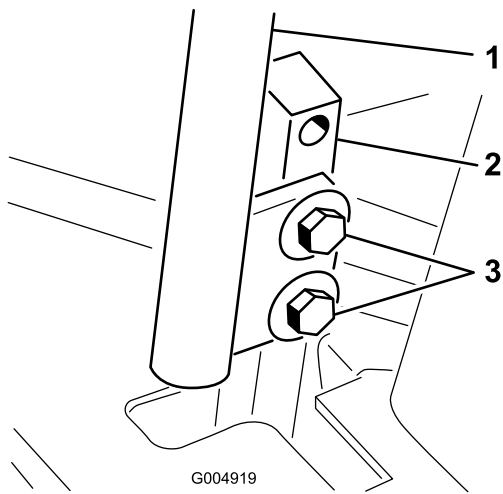

Figura 64
3. Solte os parafusos que prendem as alavancas de controlo (Figura 64)